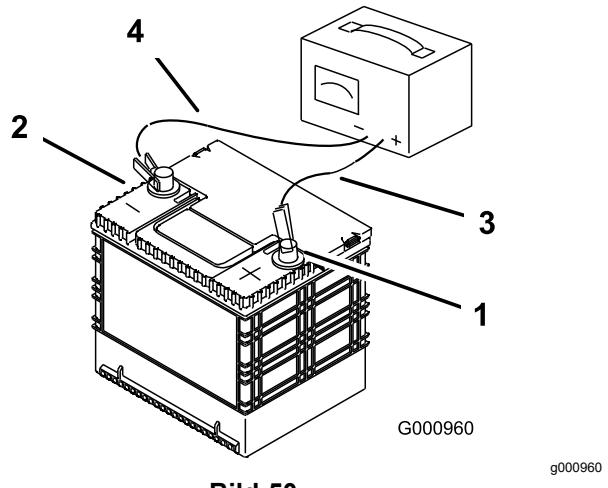

Bild 50
- Ziehen Sie, wenn der Akku voll geladen ist, den Stecker des Ladegeräts aus der Dose. Klemmen Sie dann die Klemmen des Ladegeräts von den Akkupolen ab (Bild 50).